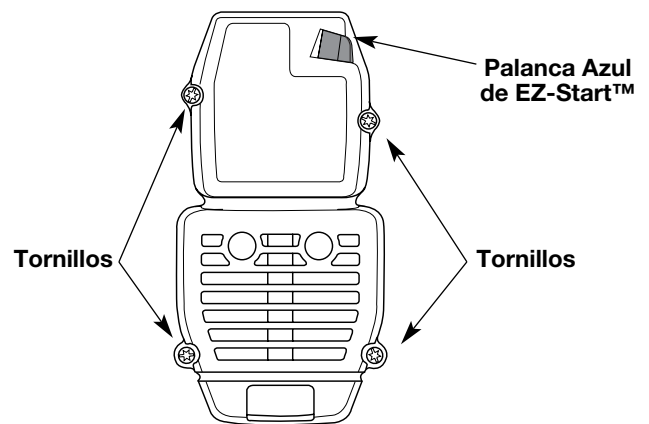

Fig. 21
2. Inserte los cuatro (4) tornillos en los orificios de la cubierta del silenciador / filtro de aire (Fig. 21) y ajústelos. **No los ajuste demasiado.**